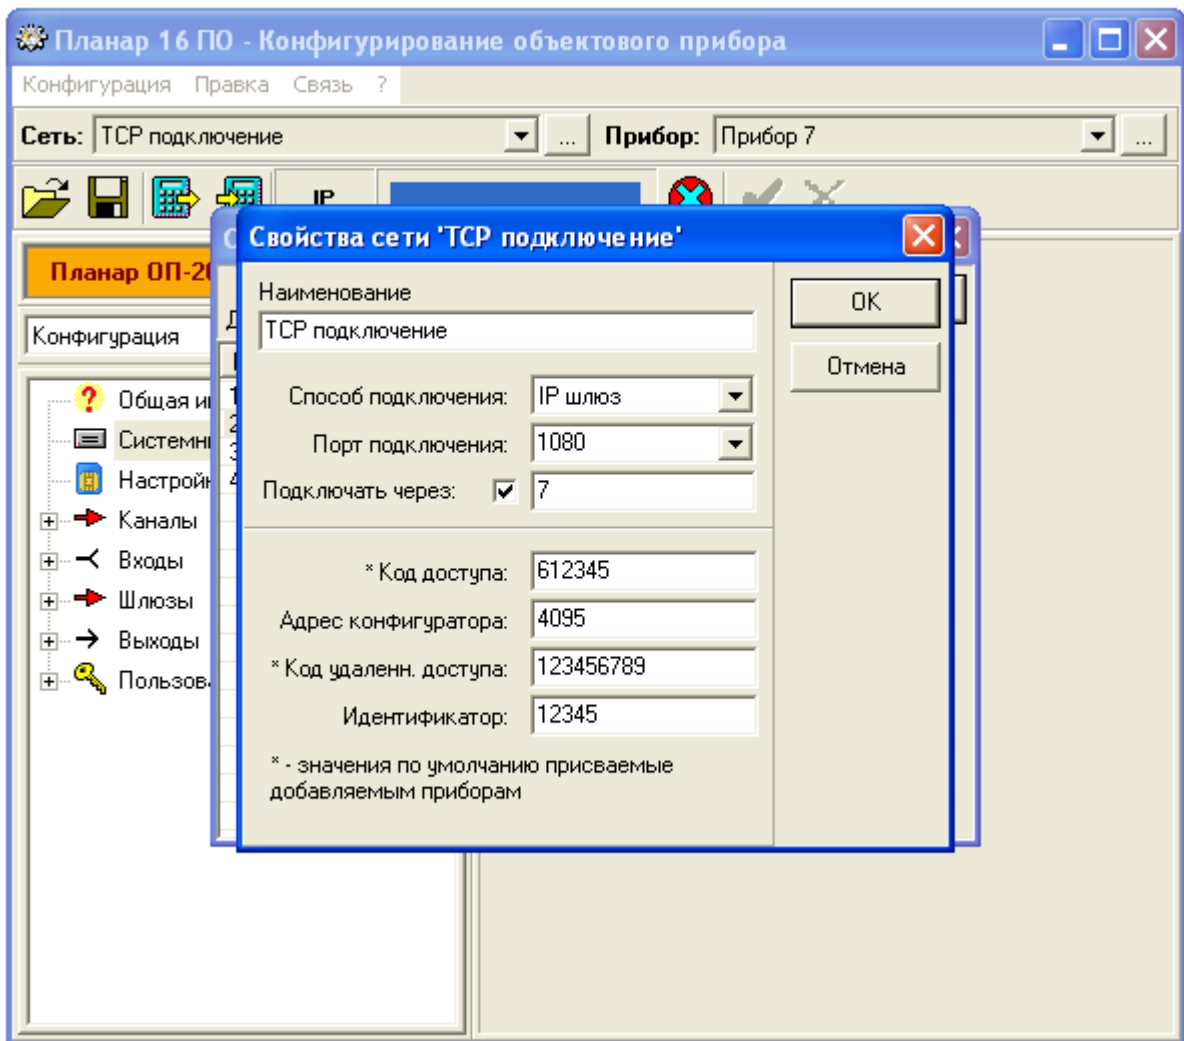

Рис. 8 Типовое окно редактирования свойств сети при подключении через GSM/GPRS
12.2.2.4.12. Типовое окно программы конфигурирования объектового прибора при выбранном **GSM/GPRS** интерфейсе показано Рис. 8.